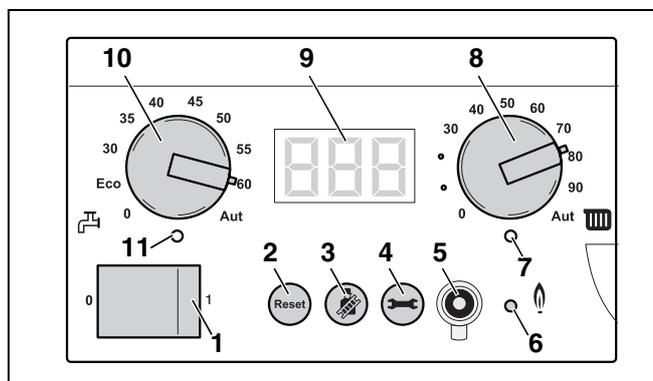

Fig. 92 Regolatore di base BC10
- Agendo sulla manopola "Temperatura massima dell'acqua della caldaia" (fig. 92, **pos. 8**) regolare il limite superiore della temperatura dell'acqua della caldaia per l'esercizio di riscaldamento (vedere tab. 15).